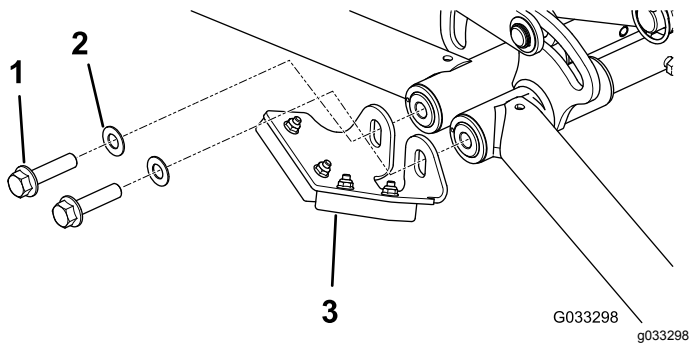

図 21
4. 図 21 に示すように前バンパーアセンブリとワッシャを仮止めする。